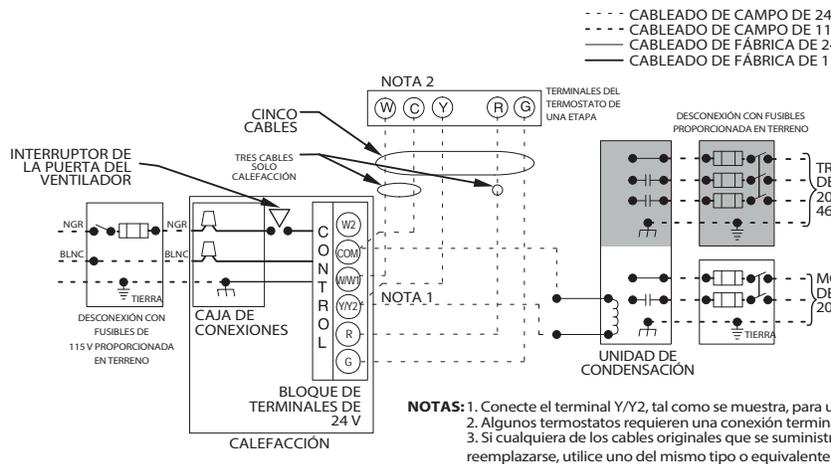

Fig. 37 – Diagrama de cableado de terreno bifásico
- Conecte los cables de alimentación y neutro a los cables de alimentación del calefactor como se muestra en la Fig. 37.
- Conecte los cables de alimentación y neutro del sitio a los cables de alimentación del calefactor como se muestra en la Fig. 37.
Establezca las conexiones de 24 V in situ a la tira de terminales de 24 V. Consulte la Fig. 39. Conecte el terminal Y/Y2 como se muestra en la Fig. 37 para una función de enfriamiento adecuada. Utilice exclusivamente cable para termostato de cobre AWG número 18 con código de color.